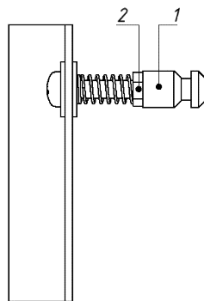

Рис. 13. Регулировка ригеля Promix-AD.DB.41
1. Ослабить гайку поз.2 (см. рисунок 13).